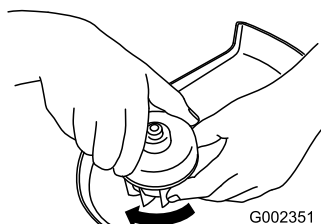

Figura 14
3. Girate il coperchio saldamente in senso orario (Figura 14).